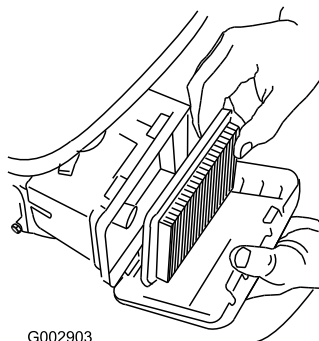

Figura 40
3. Retire el filtro de aire (Figura 40).